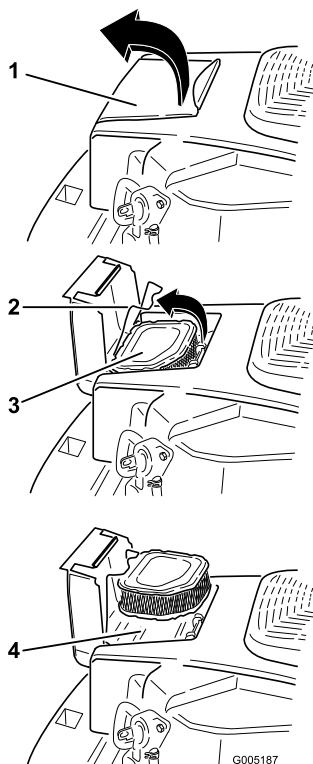

Figure 30
1. Ouvrez le couvercle du filtre à air situé sur le carter ventilateur pour accéder à l'élément du filtre à air (Figure 30).
2. Ouvrez le verrou et retirez l'élément du filtre à air (Figure 30).